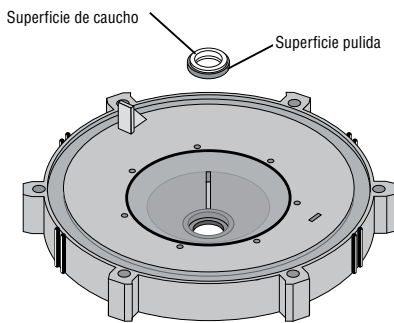

Figura 6
1. El asiento de cerámica debe estar limpio y libre de suciedad, grasa, polvo, etc. Humedezca el borde externo con una pequeña cantidad de detergente líquido; presione el asiento de cerámica en la cavidad de la placa de estanquidad con firmeza y con la presión del dedo (ver figura 6).